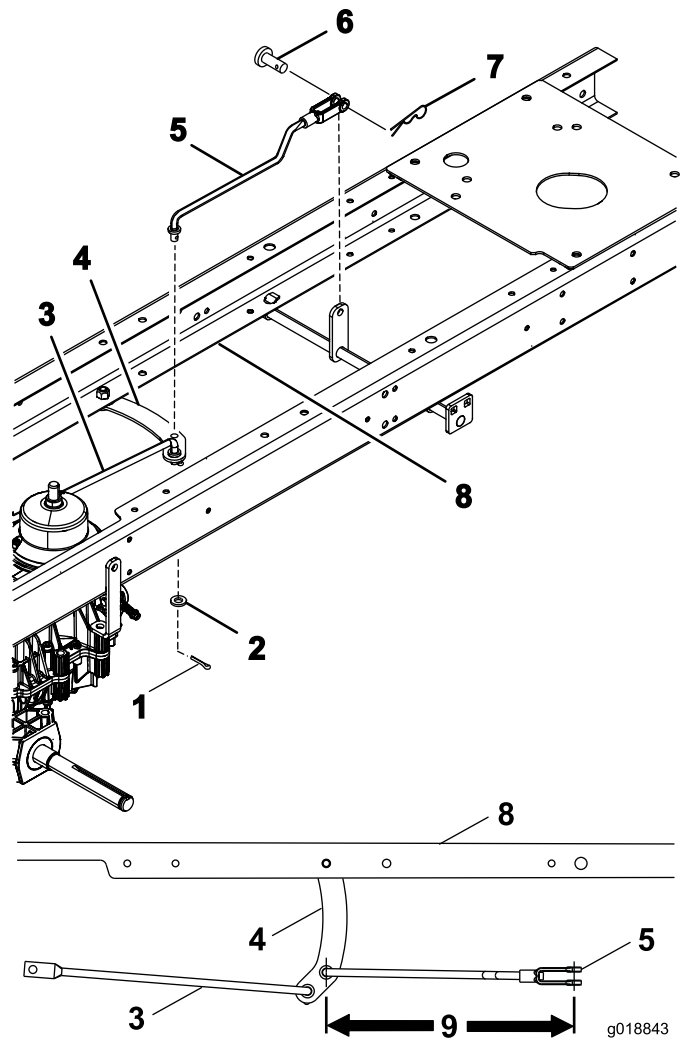

Figura 4
5. Conecte el brazo de acoplamiento delantero del control de movimiento al brazo de acoplamiento del soporte de tracción usando la arandela plana y la chaveta (Figura 4).
6. Instale el otro extremo del brazo de acoplamiento delantero del control de movimiento, y ajuste la horquilla según lo indicado en Figura 4.